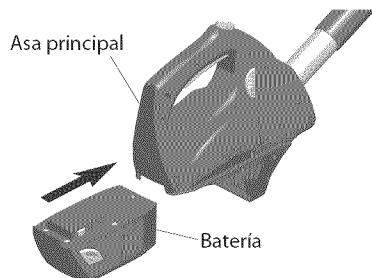

Figura 26 - Batería ensamblada en el mango principal
7. Deslice la batería en el mango principal hasta que los botones de desenganche "se cierren a presión" (vea la figura 26). **Nota:** Cargue completamente la batería antes de usar por primera vez. Vea *Carga de la Batería*, página 30.